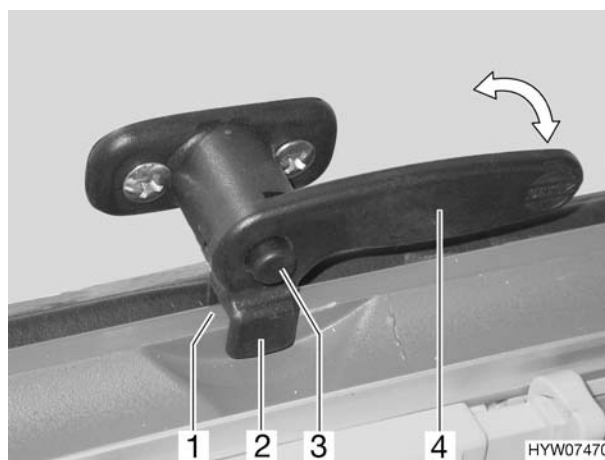

Fig. 23 Finestra apribile, maniglia in posizione di "Aerazione continua"
- Premere il bottone di sicurezza (Fig. 23,3) e mantenerlo premuto.
- Posizionare la maniglia della finestra (Fig. 23,4) in verticale o ruotarla di un quarto di giro verso il centro della finestra.
- Ruotare nuovamente la maniglia. Riportare contemporaneamente la forchetta (Fig. 23,2) della maniglia della finestra nella rientranza della chiusura della finestra (Fig. 23,1).